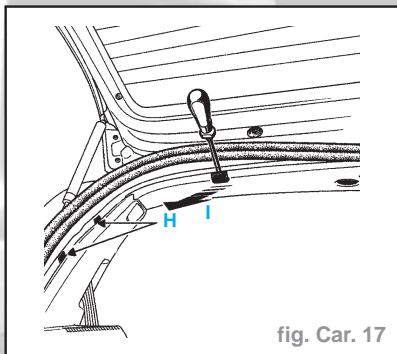

fig. Car. 17
- Retirer partiellement le joint d'étanchéité de coffre dans la zone de contact avec la partie haute de la tablette latérale (H) (fig. Car. 17).
- A l'aide d'un tournevis plat, retirer les agrafes de maintien de la garniture de pavillon (I).